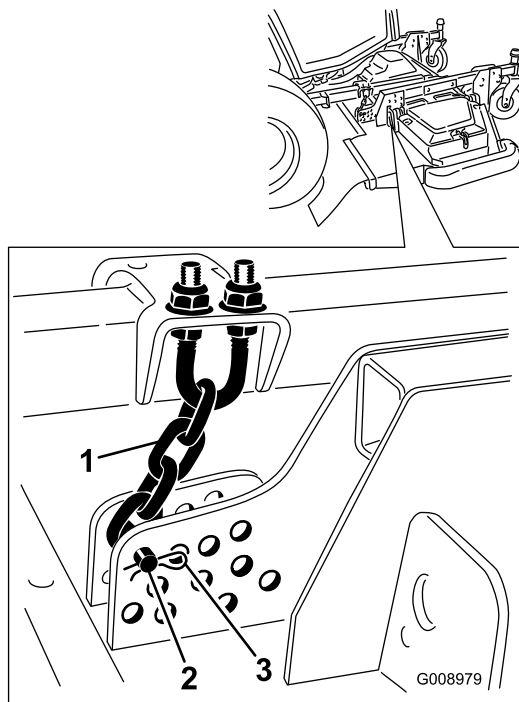

Figura 137
4. Retire el pasador de horquilla y el pasador que fijan las cadenas de ajuste de la altura de corte a la parte trasera de la carcasa del cortacésped (Figura 137).